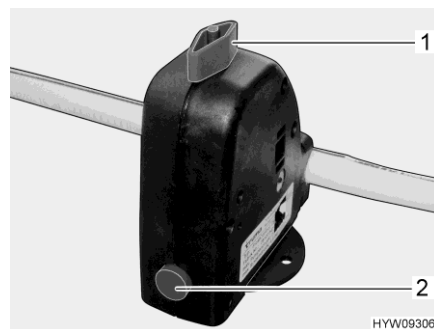

Bild 206 Sicherheits-/Ablassventil (Truma)
- Sicherheits-/Ablassventil (Truma) schließen. Dazu den Drehknopf (Bild 206,1) quer zum Sicherheits-/Ablassventil drehen und den Druckknopf (Bild 206,2) eindrücken.